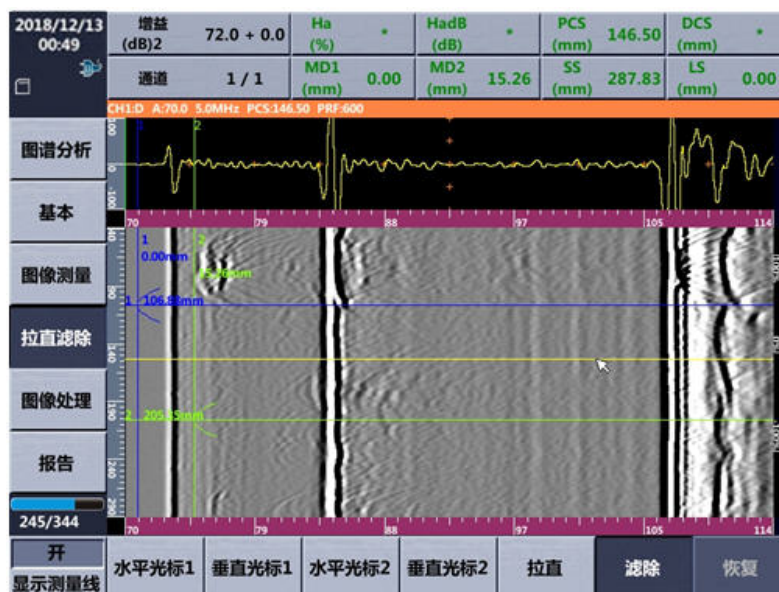

图 3-18 图像滤除操作
- 3) 点击“滤除”菜单，图像出现黄色实线。旋转旋钮使黄色实线位于 1) 和 2) 步中设定的区域。如图 3-18 所示。